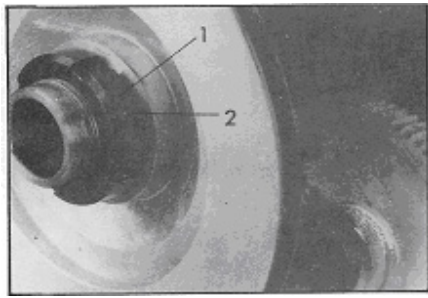

Рис. 24
Освободите резьбовой штифт (1, Рис. 24). Осторожно вытащите гайку с канавкой (2), используя специальный ключ. Шпиндель должен свободно проворачиваться, слишком сильное натяжение может повредить подшипник.